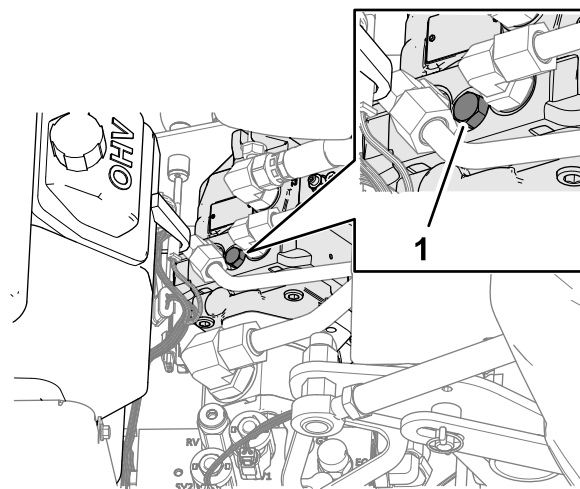

图 116
4. 如 图 116 所示找到发动机与液压泵之间旁通阀螺丝的盖子。